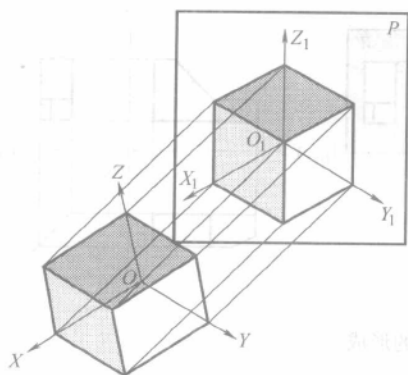

图 1-10 正轴测投影
2) **正轴测投影：**用正投影法得到的轴测投影称为正轴测投影，如图 1-10 所示。